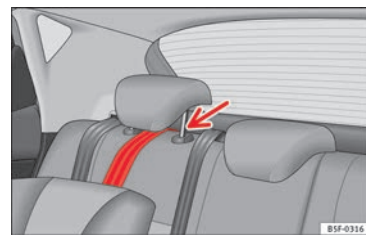

Fig. 34 Correa de sujeción: correcto ajuste y montaje.
- Coloque la correa por debajo del apoyacabezas del asiento posterior »» fig. 34 (levante el apoyacabezas si es necesario).